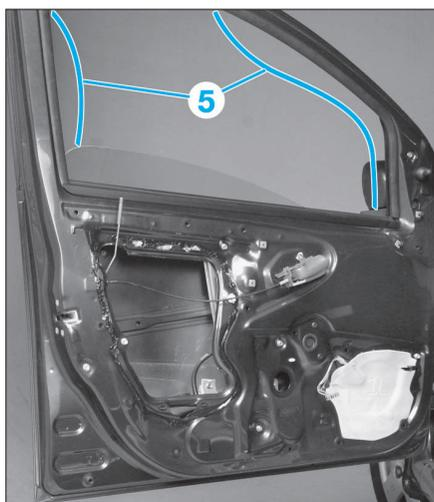

FIG. 75
- Déposer l'encadrement (5) (Fig.75).